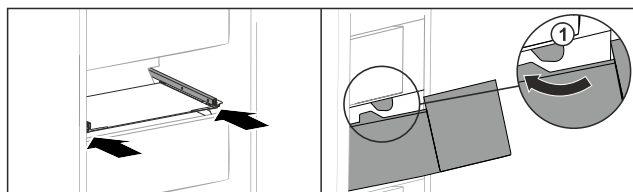

Fig. 218
- ▶ Umetnite ladicu oko zaustavljača Fig. 218 (1).